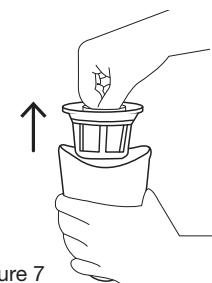

Figure 7
2. Retirez l'ensemble porte-filtre/filtre/pré-filtre pour le sortir du réservoir (Fig. 7).